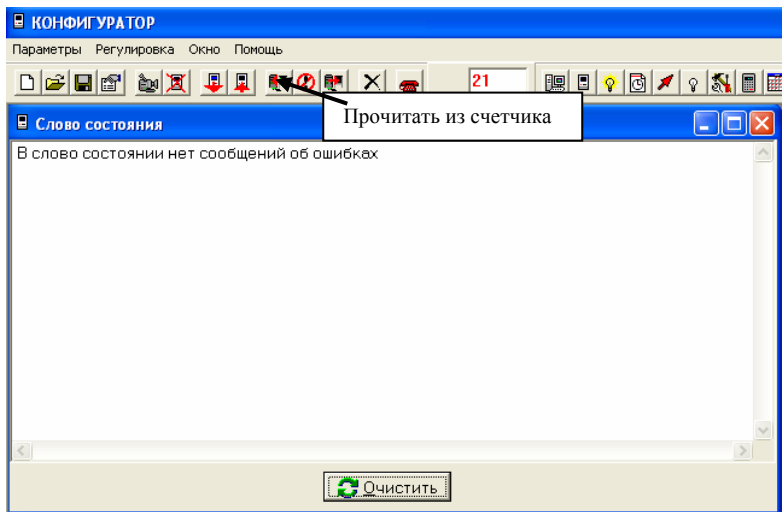

Рис.18
2. нажать кнопку «Прочитать из счетчика». (Рис.18) В случае успешного обмена, при обнаружении счетчиком каких – либо неисправностей, в окне появляется код ошибки (E-XX) и расшифровка ошибки;